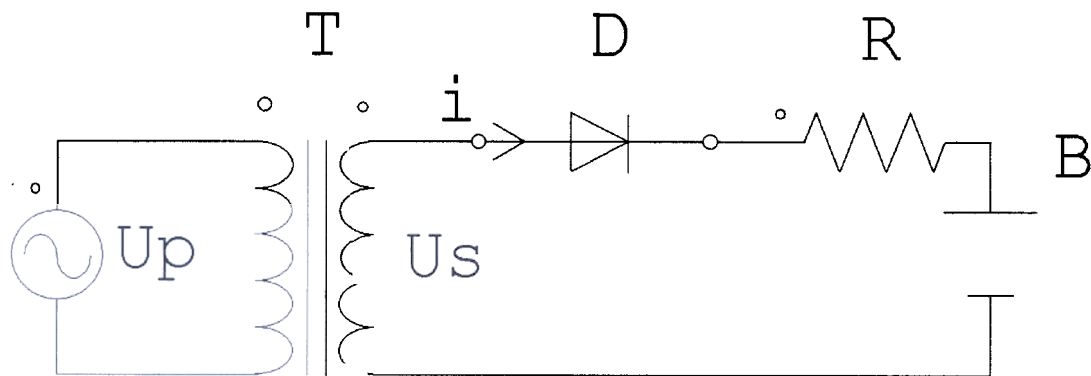
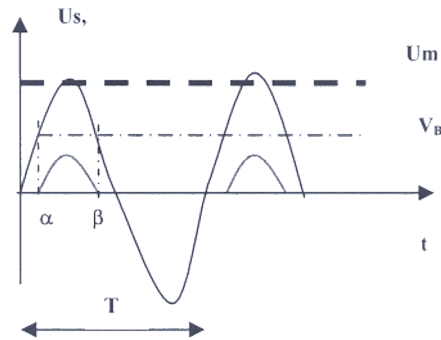

Figure 1
Figure 2
Les composants d'un élément (figure 1) sont les suivants :
Un chargeur monophasé, le plus simple, est représenté à la Figure 1.
Q-2. *Dans la Figure 1 la tension U_p correspond à un nombre de spires N_p . Que signifie l'expression N_p/N_s associée à un transformateur?*
Si l'on observe à l'oscilloscope les tensions et les courants lors du fonctionnement du chargeur de la Figure 1, on obtient les formes présentées à la Figure 2.
- Q-2. Dans la Figure 1 la tension U_p correspond un nombre de spires N_p . Que signifie l'expression N_p/N_s associée à un transformateur? 12